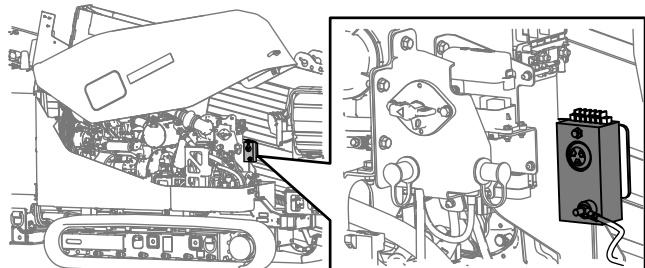
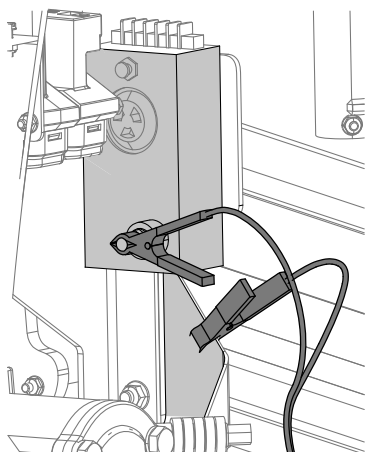

Figura 46
Figura 47
4. Conecte una de las pinzas del probador del sistema Zap-Alert al conector de tierra del sistema Zap-Alert (Figura 46 y Figura 47).